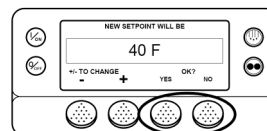

Fig.3
4. Druk hierna op **JA** of **NEE** of u de gewijzigde instelwaarde wilt bevestigen. (fig.3)